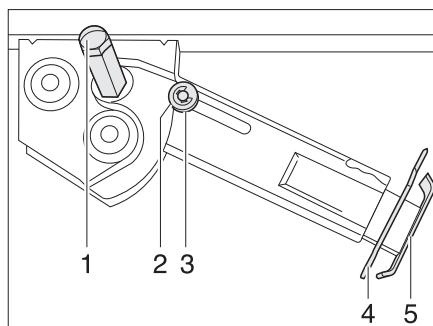

Fig. 39 Apoyo de elevación
- Colocar la llave de vaso en el hexágono (Fig. 39,1) y girarla hasta que el apoyo de elevación quede verticalmente hacia abajo.
- Extraer la clavija hendida (Fig. 39,4) de la prolongación del pie de apoyo (Fig. 39,5).